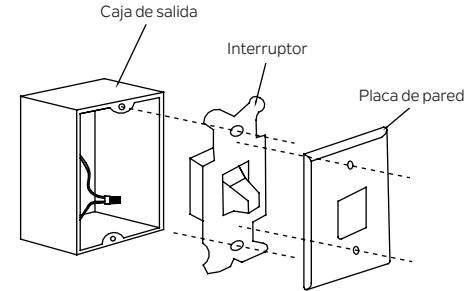

Figura 25
**Paso 1.** Retire la placa de pared existente y el interruptor antiguo de la caja de salida de pared. Cablee los cables NEGROS (vivos) junto con el conector e introdúzcalos nuevamente dentro de la caja de salida. (Figura 25)